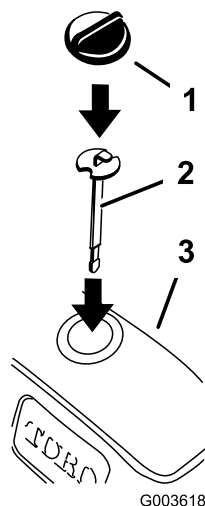

Figura 36
3. Inserite la nuova asta di livello e controllate il livello dell'olio idraulico (Figura 36).